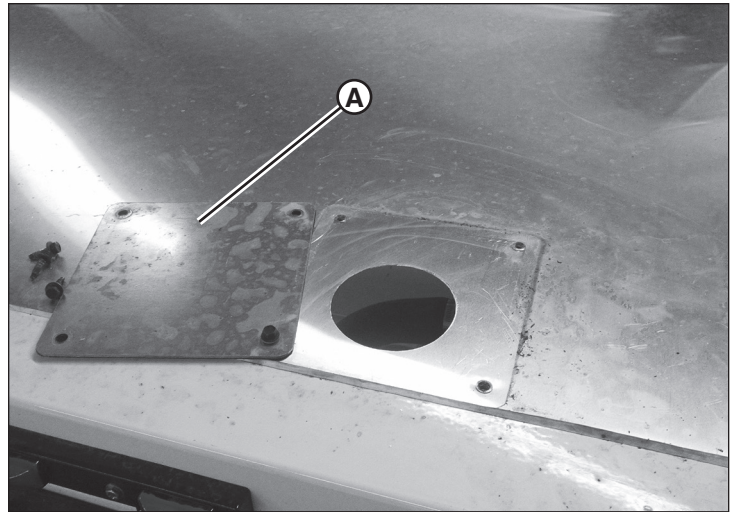

Figura 27
1. Retire la placa de acceso a la tapa de llenado de refrigerante (A, Figura 27), ubicada en el techo hacia la parte posterior del remolque del calentador.